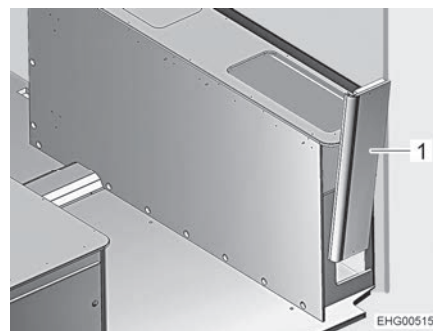

Fig. 160 Coffre de banquette droit, paroi latérale
- Retirer la paroi latérale (Fig. 160,1) par le haut en exerçant de légères secousses.